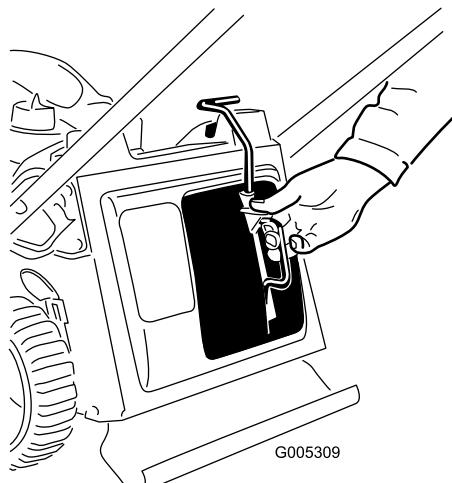

Рисунок 30
- Установите заглушку для мульчирования (Рисунок 30).